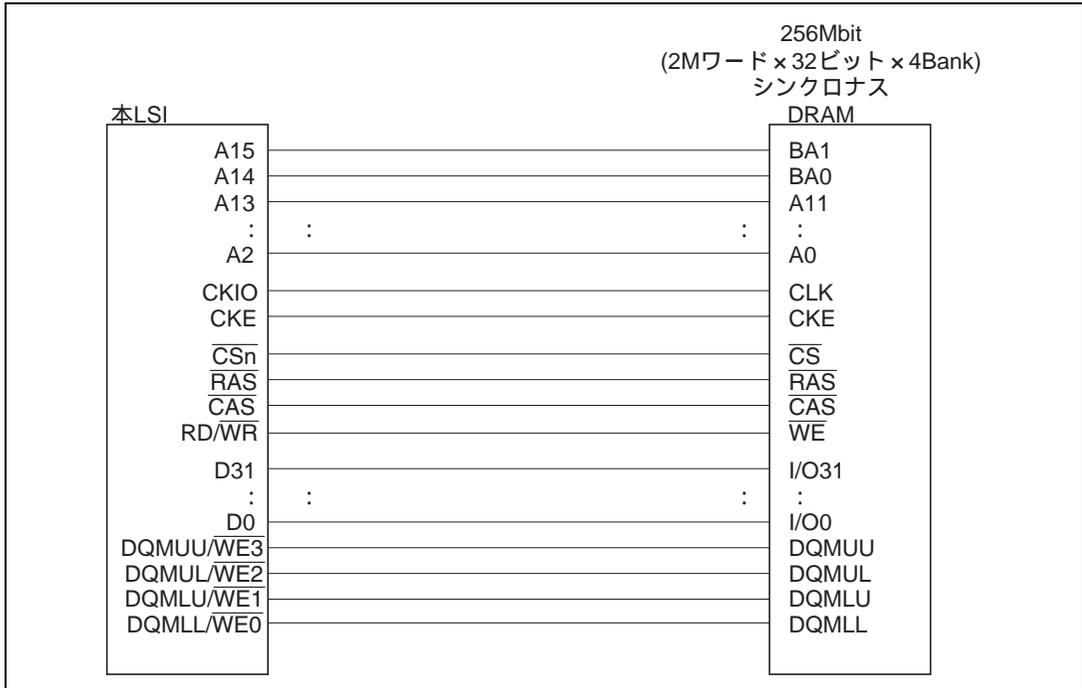

図 7.4 256Mビットシンクロナス DRAM (8Mワード × 32ビット品) との接続例
*5 256M ビット品 (8M×32 ビット) との接続方法については、図 7.4 を参照してください。